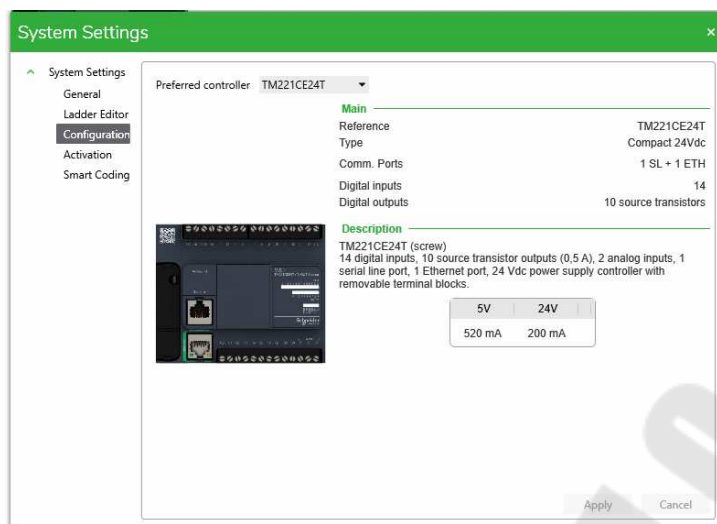

Рис. 2.12. Выбор модели контроллера по умолчанию
– если в дальнейшем не планируется создавать проекты с другими контроллерами, можно установить данную модель по умолчанию. Для этого необходимо в меню *System Settings* выбрать раздел *Configurator* и там выбрать нужную модель контроллера (*Preferred Controller*) по умолчанию (рис. 2.12).